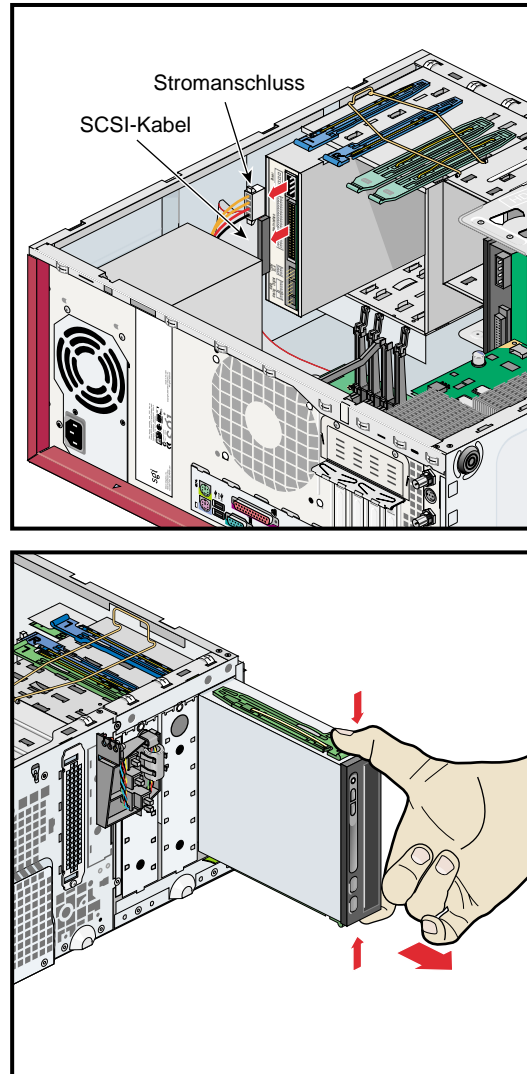

Abbildung 4-22 Entfernen eines Laufwerks für austauschbare Datenträger
2. Trennen Sie das SCSI-Kabel und das Stromkabel von der Rückseite des Laufwerks. Siehe Abbildung 4-22.
Hinweis: Abbildung 4-22 stellt das CD-ROM-Laufwerk dar. Das Verfahren gleicht dem für das DAT-Laufwerk, das Laufwerk befindet sich jedoch in der unteren Öffnung des Schachts für Laufwerke für austauschbare Datenträger.
3. Drücken Sie die Laschen an den Laufwerkschienen gegen die Seiten des Laufwerks. Schieben Sie dann das Laufwerk aus dem Laufwerk-Einbaurahmen. Siehe Abbildung 4-22.